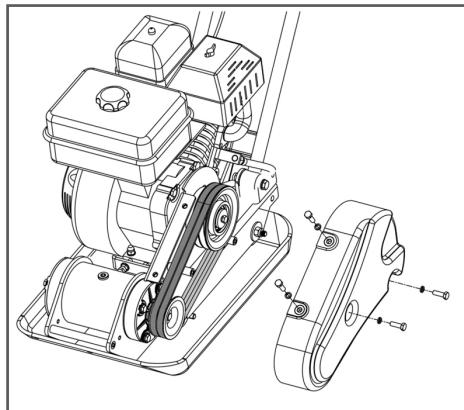

Рис. 28 Проверка состояния ремней
- Открутите болты крепления и снимите кожух защитный ремней, чтобы получить доступ к ремням (Рис. 28).